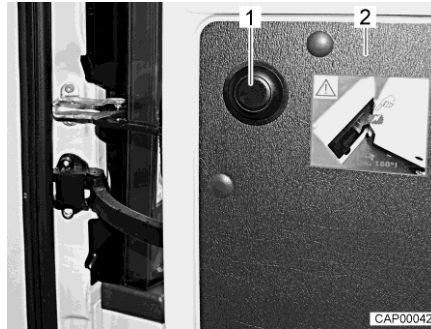

Bild 13 Tryckknapp för att frigöra begränsningen
- Öppna bakdörr (Bild 13,2) till anslag.
- Tryck tryckknapp (Bild 13,1), håll fast bakdörren och öppna försiktigt på nytt.